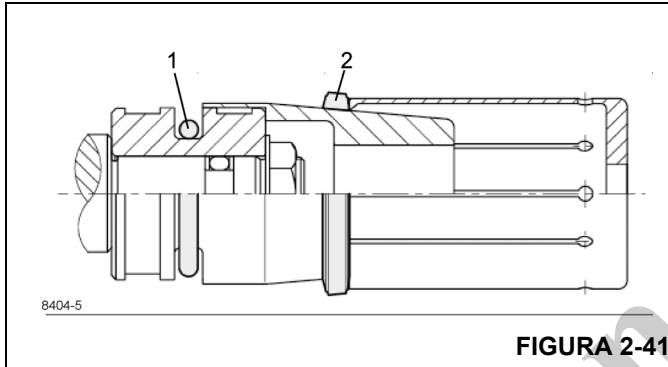

FIGURA 2-41
1. Coloque o anel de vedação de plástico do item 1 (Figura 2-41) no canal.
2. Esquente o anel Turcon (item 2) em óleo a aproximadamente 80° a 120°C (176 a 248°F). Depois, empurre na carcaça de montagem, de preferência utilizando uma luva de distensão.